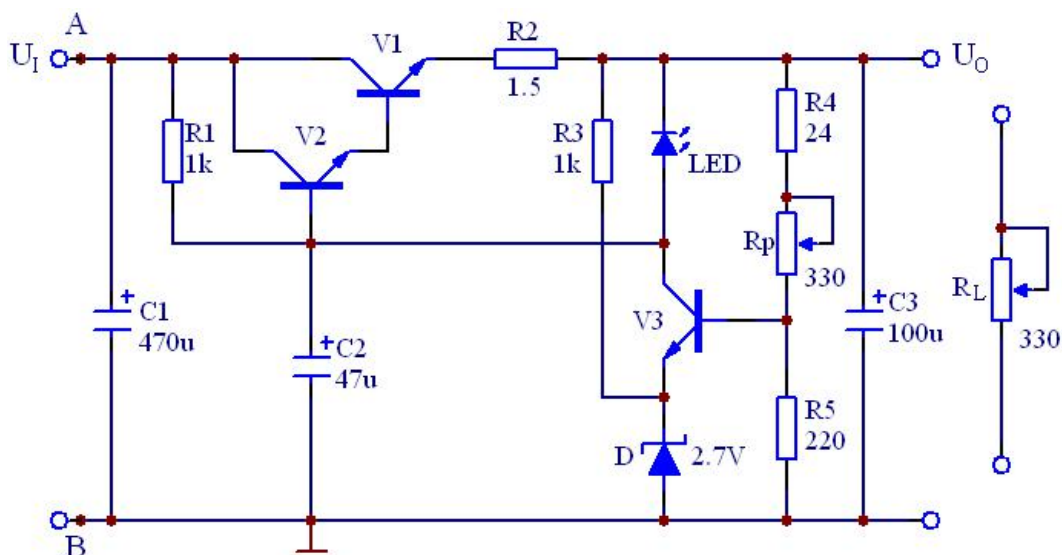
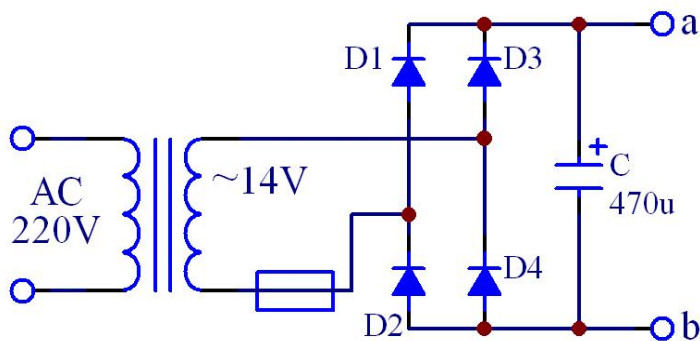

图 14.1
图 14.2
1. 估算图 14.1 电路中各三极管的各点直流电压(设：各管的  $\beta=100$ ，电位器  $R_p$  滑动端处于中间位置)。
2. 分析图 14.1 电路，电阻  $R_2$  和发光二极管 LED 的作用是什么？
- (1) 看清楚实验电路板的接线，查清引线端子。
- (2) 按图 14.1 接线，暂时不接入负载  $R_L$ ，即稳压电源空载。
(3) 将 +1.25V ~ +15V 直流电源调到 9V, 接到  $U_1$  端。再调电位器  $R_P$ , 使  $U_O=6V$ 。
(3) 测试输出的纹波电压。将图 14.1 的电压输入端  $U_1$  接到图 14.2 的整流滤波电路输出端(即接通 A--a, B--b), 在负载电流  $I_L=100mA$  条件下, 用示波器观察稳压电源输入输出中的交流分量  $u_o$ , 描绘其波形。用交流毫伏表, 测量交流分量的大小。
思考题: A: 如果把图 14.1 电路中电位器的滑动端往上(或是往下)调, 各三极管的 Q 点将如何变化? 可以试一下。